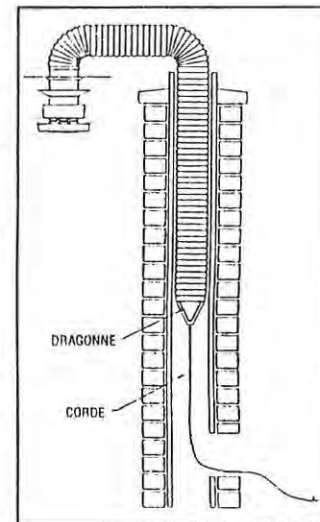

Figure 4
- 3.1 Fixez une corde à la dragonne et laissez tomber la corde dans la cheminée (voir figure 4). La dragonne est installée à l'usine.